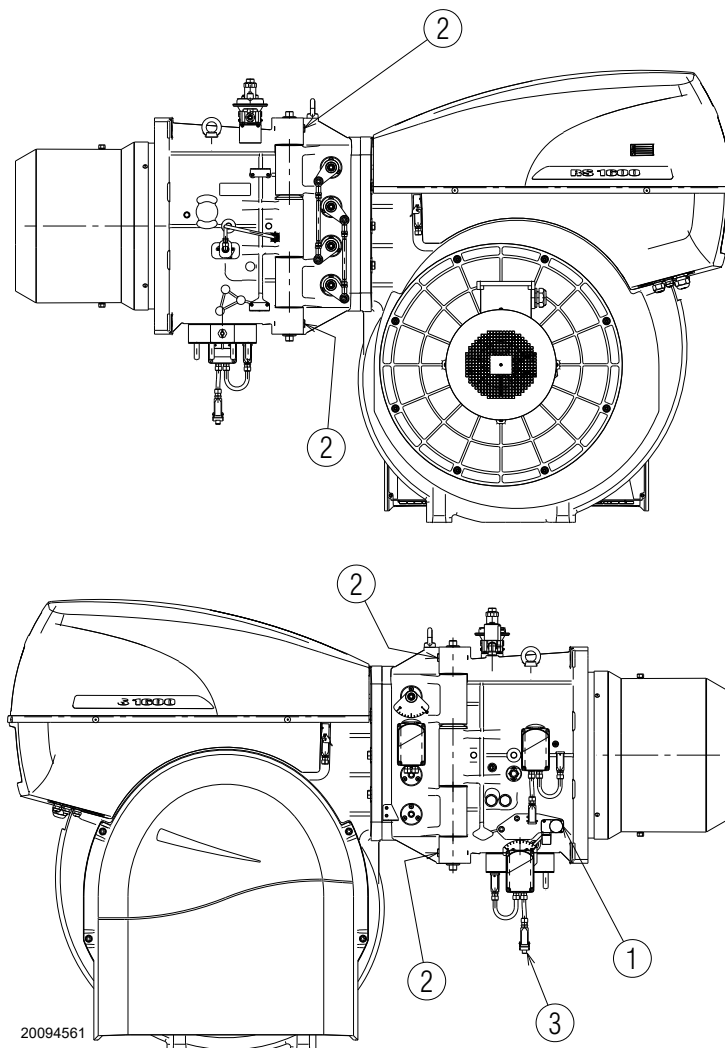

Abb. 33
- Trennen Sie die Gasdruckwächterverbindung 1)(Abb. 33).